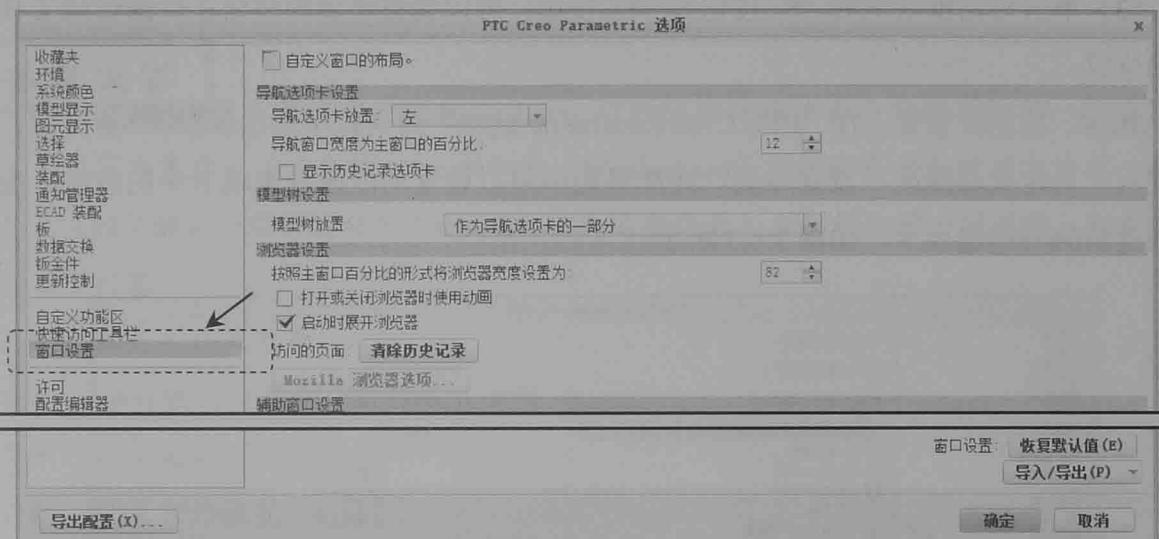

图 1.6.1 “窗口设置”界面
Step2. 窗口设置。在“PTC Creo Parametric 选项”对话框中单击窗口设置区域，即可进入软件“窗口设置”界面。在此界面中可以进行导航选项卡的设置、模型树的设置、浏览器设置、辅助窗口设置以及图形工具栏设置等，如图 1.6.1 所示。